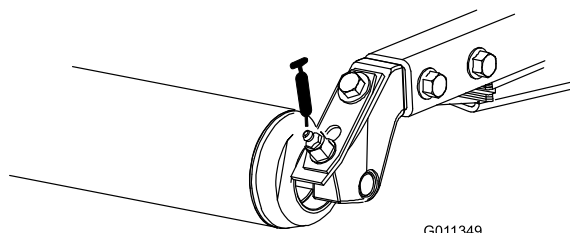

Figura 44
- Rolamentos do rolo traseiro (2 por cada unidade de corte) (Figura 44)